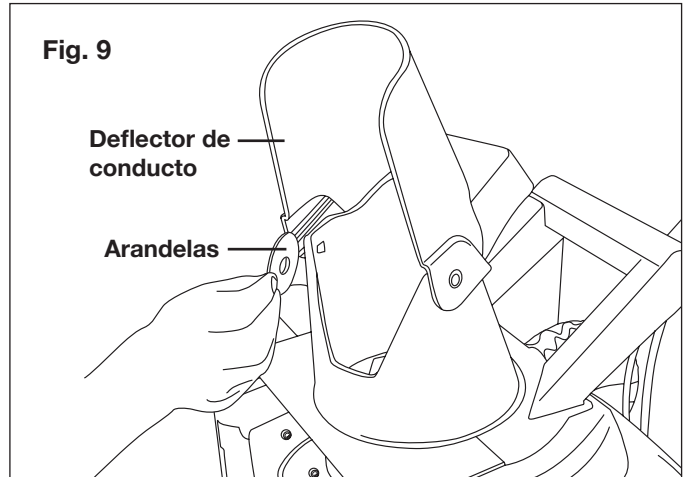

Fig. 9
3. Coloque la batería en el cargador deslizando la tal como se muestra para trabaarla en su posición. Cuando inserte la batería en el cargador, la luz roja inferior se iluminará para indicar que la batería se está cargando (Fig. 9).
3. Inserte las arandelas en el medio de la conexión del conducto, atravesando los pernos de cabeza de hongo desde el interior del conducto, y apriételos con las perillas del deflector en cada lado (Figs. 9 y 10).